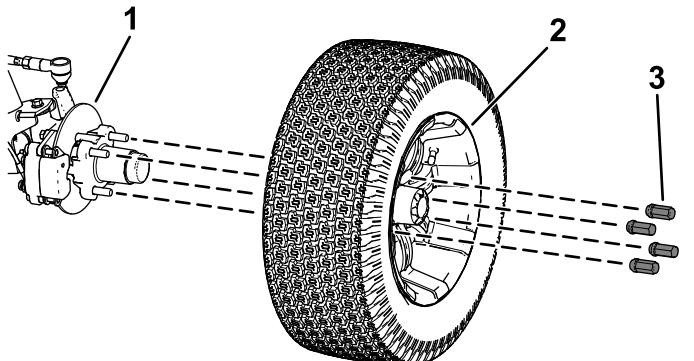

Figura 37
2. Retire las 4 tuercas que sujetan la rueda al cubo (Figura 37).
4. Alinee los taladros de la rueda con los espárragos del cubo y monte la rueda en el cubo con la válvula hacia fuera (Figura 37).
5. Sujete la rueda al cubo usando las tuercas de rueda (Figura 37).